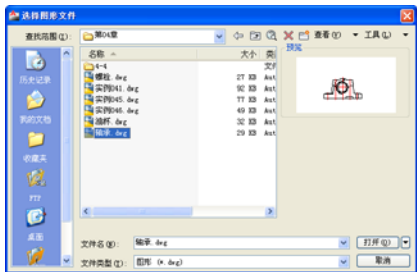

图 4-16 选择外部块
- 03 单击 **浏览(B)...** 按钮，从弹出的【选择图形文件】对话框中，选择上例创建的“轴承.dwg”高效外部块，如图 4-16 所示。